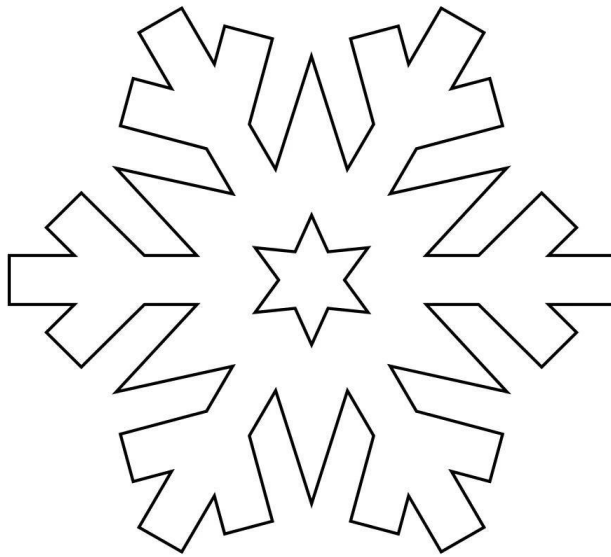

Рис. 1. Подставка под горячее «Снежинка» (для стаканов, чайной и кофейной посуды)
1. По указанным данным сделайте модель **Подставка под горячее «Снежинка»**. (Рис. 1).